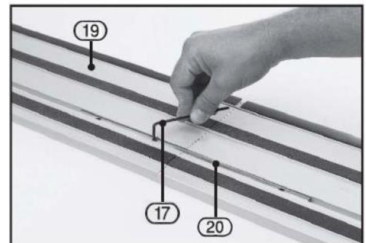

FIG.4
10.2 Podłączanie szyny (FIG. 4)
- Szyna (19) służy do wykonywania cięć prostych. Aby połączyć dwie szyny, wsunąć łącznik w wycięcie w prowadnicach. Dokręć śruby mocujące (20) załączonym kluczem imbusowym (17).
- Uwaga: Szyna (19) jest wyposażona w osłonę przeciwdopryskową (czarna gumowa krawędź). Umieść szynę (19) na obrabianym przedmiocie. Ustaw głębokość cięcia ok. 10 mm. Włączyć piłę wgłębną i stabilnie prowadzić ją w kierunku cięcia, lekko dociskając. To odcina osłonę idealnie zgodnie z cięciem, zapewniając łatwą konfigurację do przyszłych cięć.